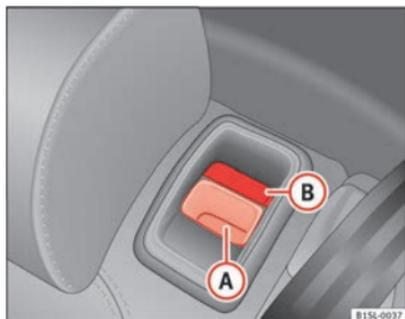

Fig. 67 Sedile posteriore: tasto di sbloccaggio (A); contrassegno rosso (B).
- Tirare il tasto di sbloccaggio ⇒ fig. 67 (A) in avanti e, contemporaneamente, sollevare lo schienale del sedile posteriore.
- Lo schienale del sedile posteriore è bloccato quando si vede il contrassegno rosso del tasto (B).